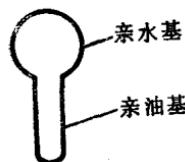

图 1.1 洗涤剂分子
**乳化作用** 洗涤剂的表面活性分子一端有亲油基性，另一端有亲水基性（见图 1.1）。亲油基能溶化油性污垢，亲水基则有溶于水的性质。这些活性分子紧紧围住了污垢并逐步剥离污垢，这就是乳化作用。